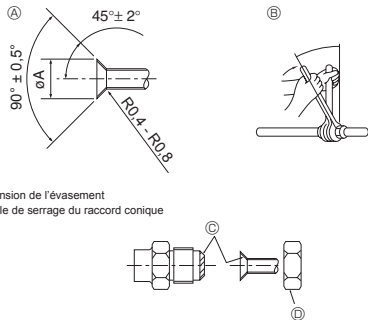

Fig. 5-1
Ⓐ (Fig. 5-1)
Ⓑ (Fig. 5-1)
5.2. Connexion des tuyaux (Fig. 5-1)